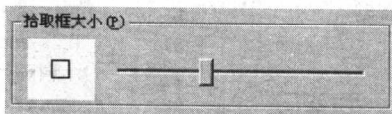

图 1-14 改变拾取框大小
4. 在该选项卡的“拾取框大小”区域中拖动调节滑块改变拾取框大小,如图 1-14 所示。